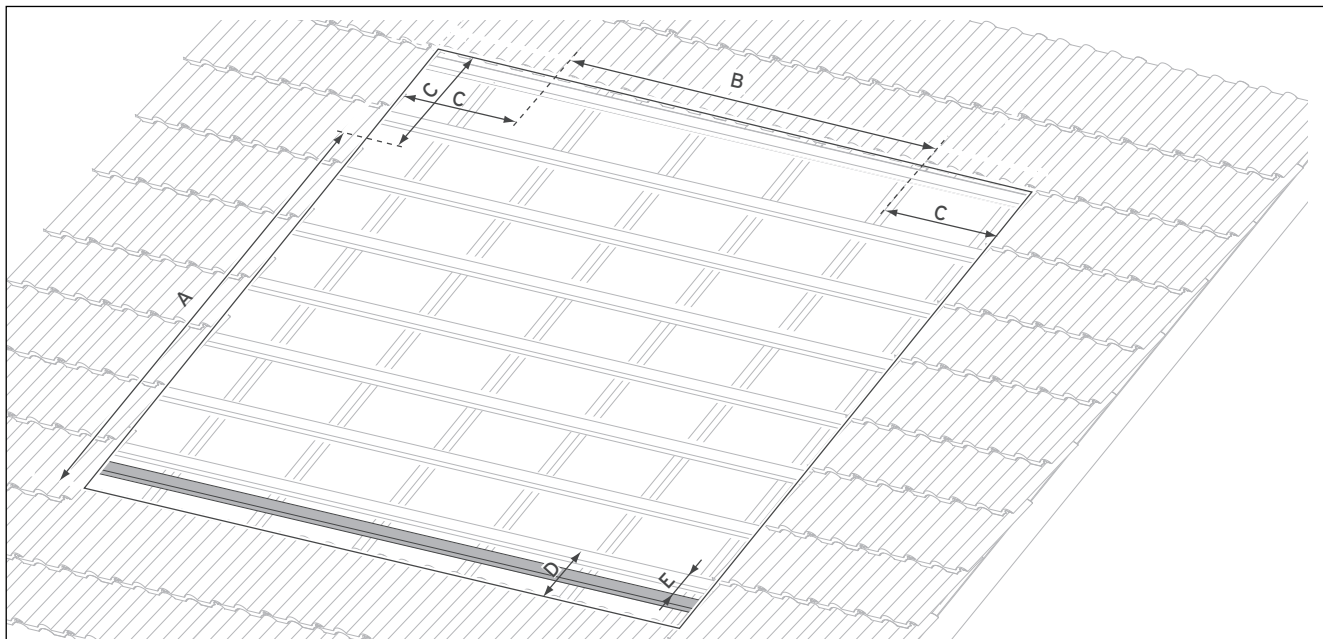

**Abb. 5.7 Maße für das Einbaufeld und für die Lage der Dachlatte unten**
- Legen Sie anhand der Maße (→ **Abb. 5.7, Tab. 5.5**) das Einbaufeld auf dem Dach fest.